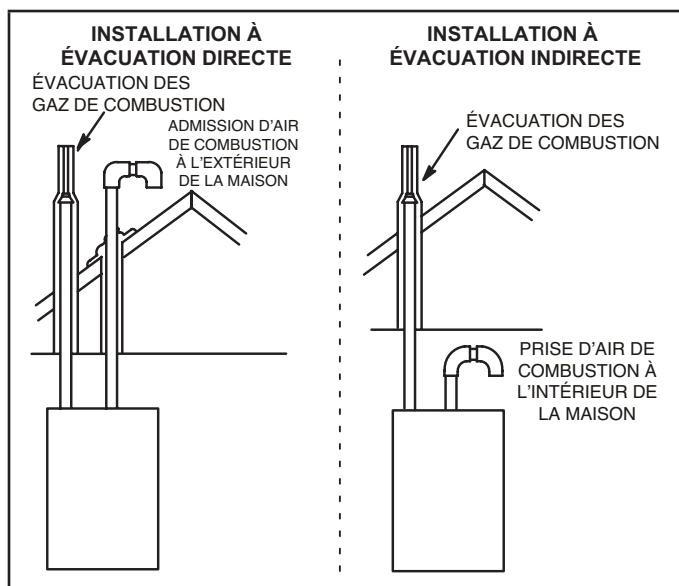
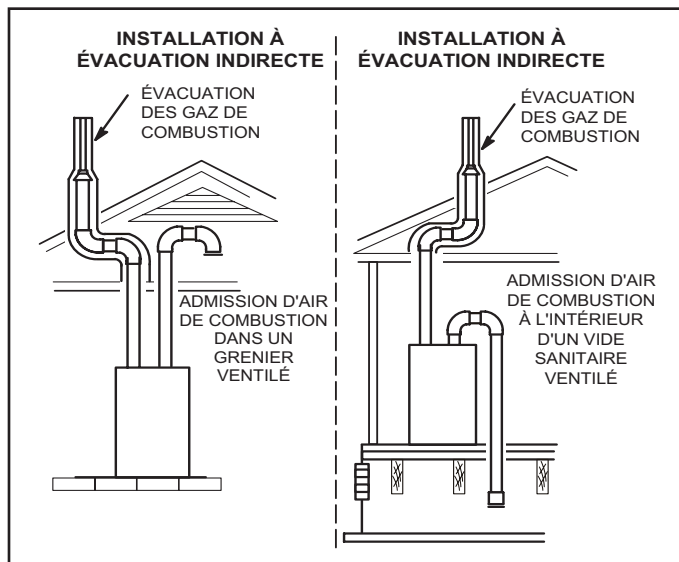

Figure 1
Figure 2
**REMARQUE** - En évacuation directe, l'air de combustion est prélevé à l'extérieur et les gaz de combustion sont évacués à l'extérieur. En évacuation indirecte, l'air de combustion est prélevé à l'intérieur, dans un comble ventilé ou un vide sanitaire, et les gaz de combustion sont évacués à l'extérieur. Reportez-vous à la Figure 1 et à la Figure 2.